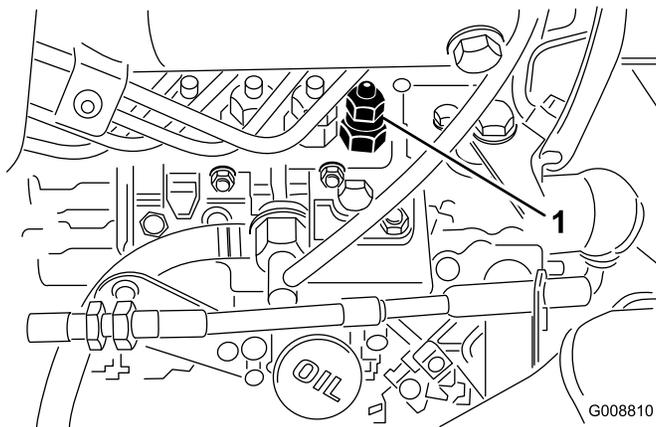

Figura 55
1. Allentate l'attacco del tubo con l'assieme del supporto e dell'ugello dell'iniettore n. 1 sulla pompa di iniezione (Figura 55).